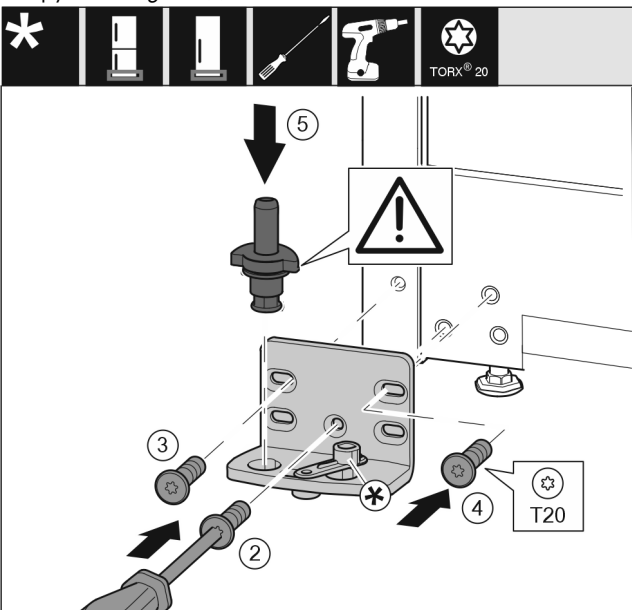

Fig. 19
- ▶ Встановіть опорний кронштейн з іншого боку і закріпіть гвинтами за допомогою викрутки T20. Почніть із гвинта 2 знизу посередині. Fig. 19 (2)
- ▶ Закрутіть гвинти 3 та 4. Fig. 19 (3,4)
- ▶ Вставте цілком опорний гвинт. При цьому виступ фіксатора повинен бути спрямований назад. Fig. 19 (5)